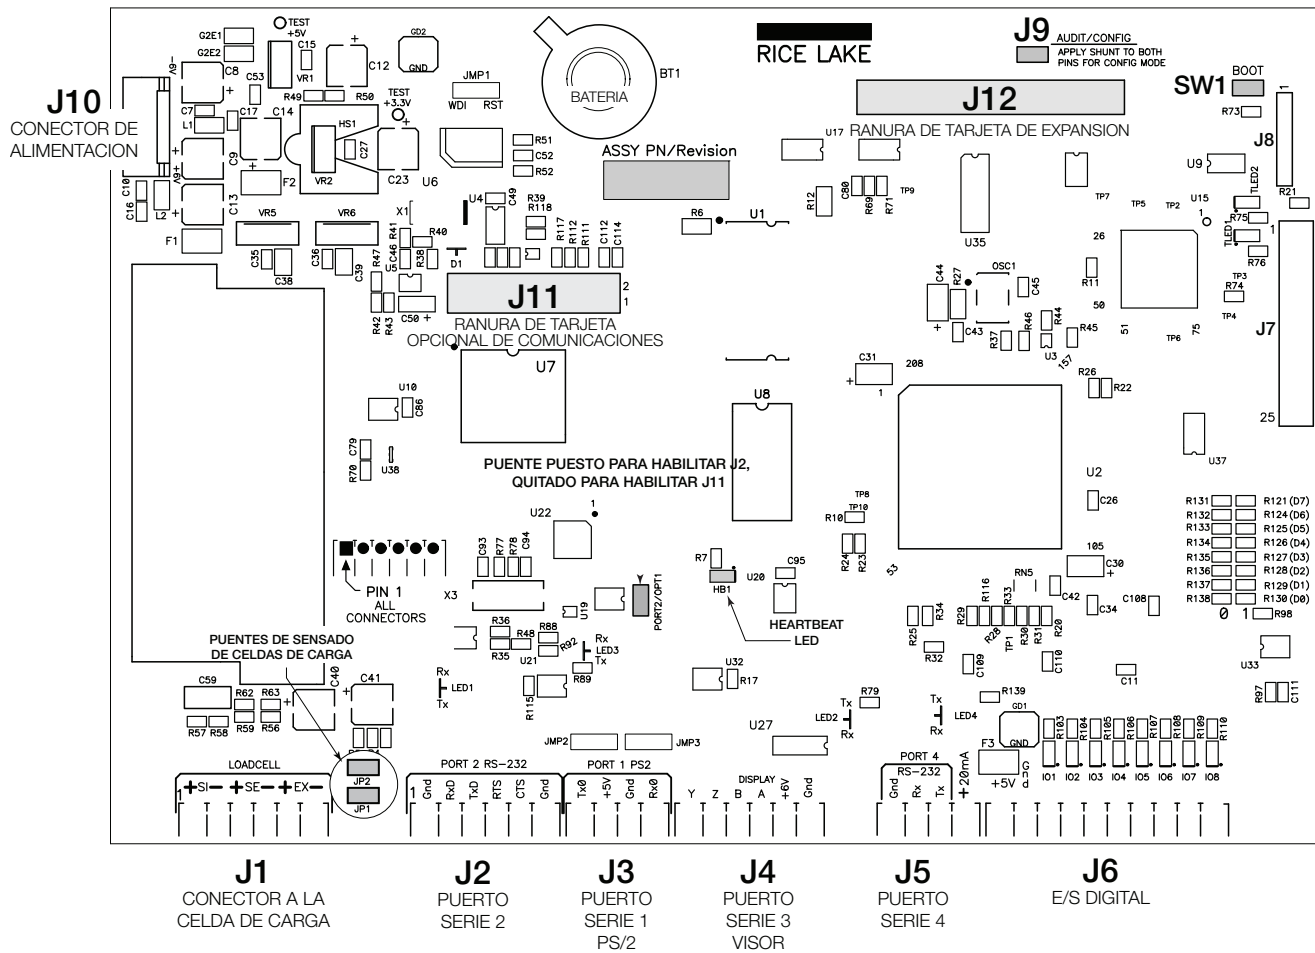

Figura 2-3. Tarjeta CPU del 720i
La instalación de tarjetas opcionales en el conector J11 requiere el remover el puente de selección de puerto PORT2/OPTI (vean la Figura 2-3 en la página 12). Instalar el puente para habilitar comunicaciones RS-232 por medio del conector J2; remover el puente para habilitar una tarjeta opcional USB, de fibra-óptica o Ethernet instalada en el conector J11.
2. Cuidadosamente alinear el conector de la tarjeta opcional con el conector J12 o J11 en la tarjeta CPU (vean la Figura 2-3 en la página 12). Presionar hacia abajo para asentar la tarjeta opcional en el conector de la tarjeta CPU.
3. Utilizar los tornillos proveídos en el juego opcional para sujetar el otro extremo de la tarjeta opcional a los postes ensartados en la tarjeta CPU (vean la Figura 2-3).
La Tabla 2-5 lista los números de ranura, los conectores de la tarjeta CPU, y las asignaciones de configuración hechas para las funciones tanto a bordo como en las tarjetas de expansión en el 720i. Vean la Figura 2-3 para la ubicación de los conectores.
Vean la Figura 2-3 en la página 12 para la ubicación y orientación de la batería en la tarjeta CPU (lado positivo hacia arriba)